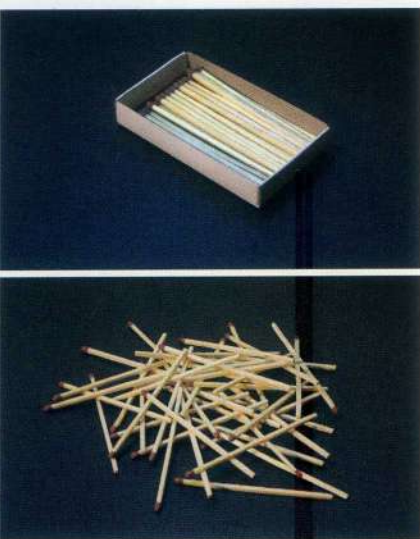

Figura 13.25.
- Si coges un puñado de cerillas y las dejas caer (figura 13.25), lo más probable es que caigan en completo desorden, y lo menos probable, que caigan alineadas.